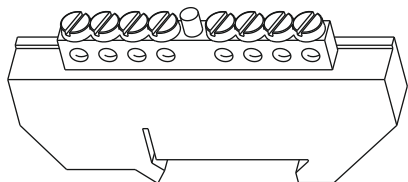

Рисунок 3
2.3 Установите и закрепите с помощью винта М4х20 и шайб Ø4 Шину PEN 8/1 на изоляторе (рисунок 3).